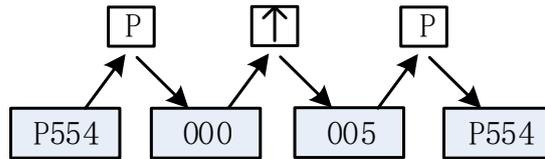

图 5-6 P554.0 与 B0005 相连操作顺序
**示例 2** 设置 P554.0 与 B0005 相连，操作顺序如图 5-6 所示。